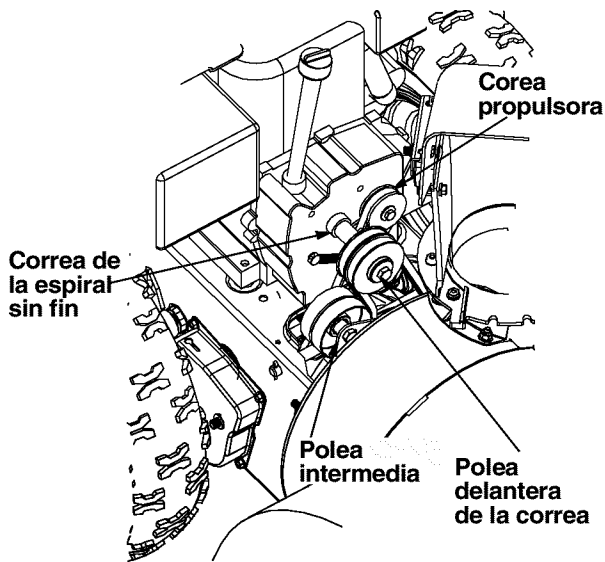

Figura 24
- Extraiga las dos correas de las dos poleas del motor. Vea la Figura 24 para la ubicación de las poleas.